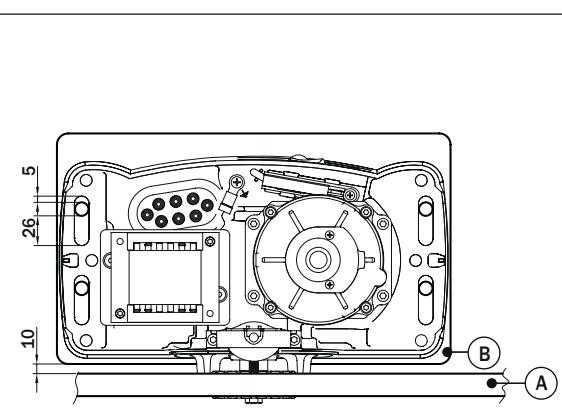

Fig. 2
- Posizionare il BG30 sui 4 tiranti, come indicato in fig. 2. Se necessario, svitare i dadi della piastra di fondazione.
- Positionner le BG30 sur les 4 tirants, comme indiqué dans la fig. 2. Si nécessaire, dévisser les écrous de la plaque de fondation.
- Fit the BG30 on the 4 anchor bolt, as shown in fig. 2. If necessary, undo the nuts on the foundation plate.
- Coloque el BG30 en los 4 tirantes, como se indica en la fig. 2. Si es necesario, desenrosque las tuercas de la placa de cimentación.
- Den BG30 auf die 4 Ankerbolzen aufsetzen, wie in Abb. 2 gezeigt. Falls erforderlich, die Muttern der Fundamentplatte abschrauben.